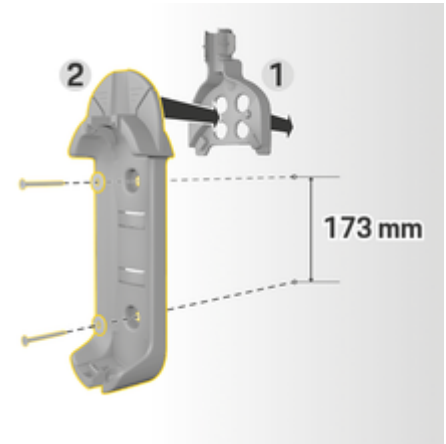

Fig. 1: Medidas de taladrado
3. Presione la base de soporte de pared **2** (Fig. 1) dentro de la guía de cables **1** (Fig. 1) desde delante.